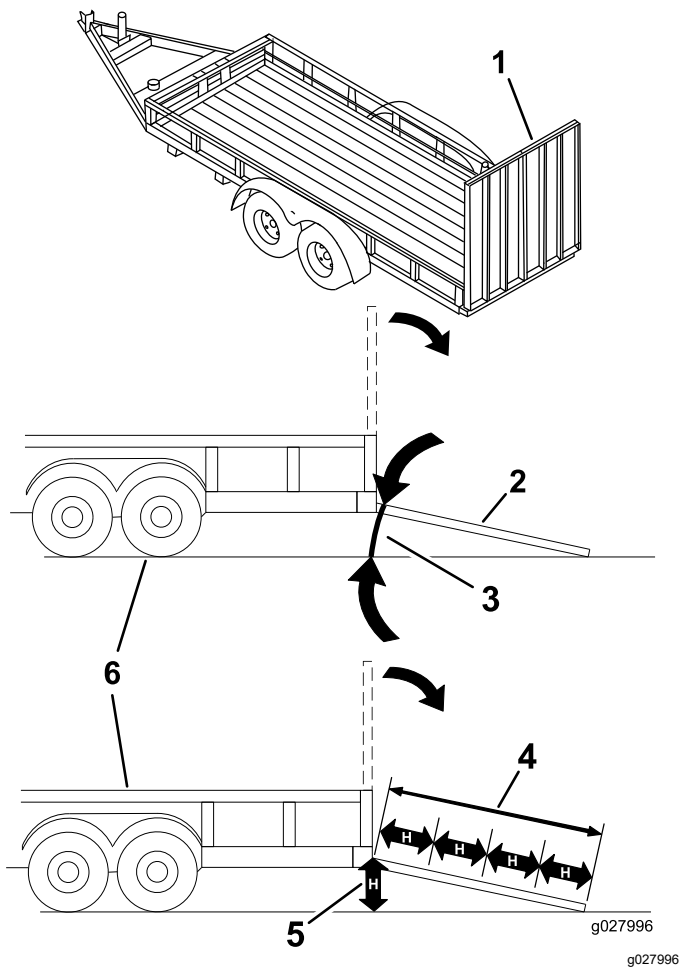

Figura 34
El cargar la máquina en un remolque o un camión aumenta la posibilidad de un vuelco y podría causar lesiones graves o la muerte (Figura 34).
1. Baje la rampa, asegurándose de que el ángulo entre la rampa y el suelo no supera los 15 grados (Figura 34).